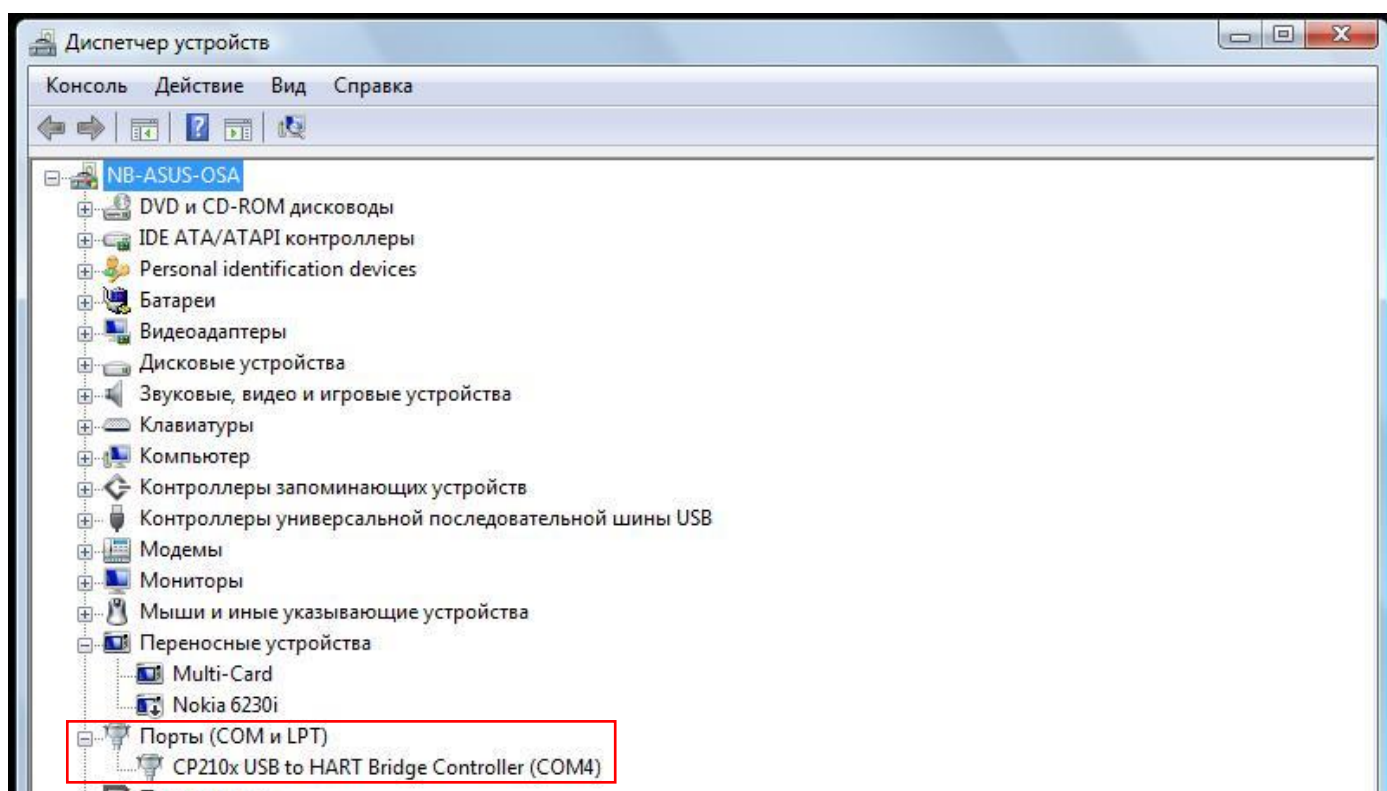

Рисунок 2.5
2.3.2 После установки драйвера необходимо перезагрузить компьютер, подключить прибор и запустить **Диспетчер устройств** (открыть окно **“Выполнить”**, зажав клавиши **Win+R**, и набрав в нём **devmgmt.msc**). В разделе **Порты (COM и LPT)** должно отображаться устройство **CP210x USB to HART Bridge Controller** с указанием номера COM-порта, к которому оно подключено (Рисунок 2.5). Номер COM-порта потребуется для установки связи с датчиком.